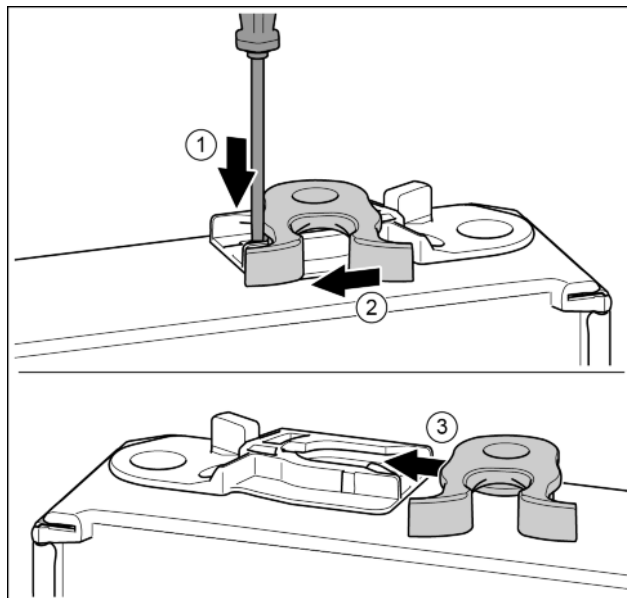

Fig. 18
- С плоска отвертка натиснете езичето надолу. Fig. 18 (1)
- Извадете затварящата кука от водача. Fig. 18 (2)
- Вкарайте затварящата кука във водача от другата страна. Fig. 18 (3)